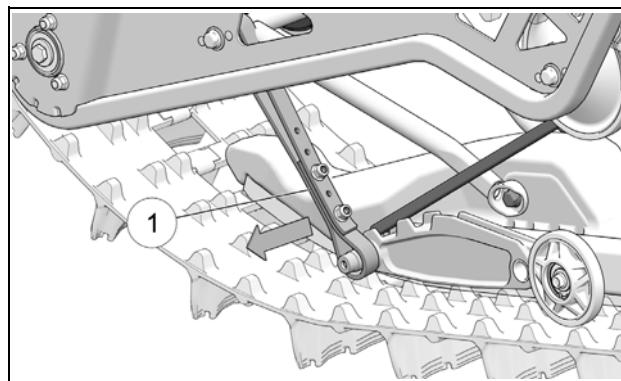

Figure 14
- Comprimer la suspension pour permettre le retrait de la courroie d'arrêt (1) positionnée à l'arbre de roue. Voir la Figure 14.